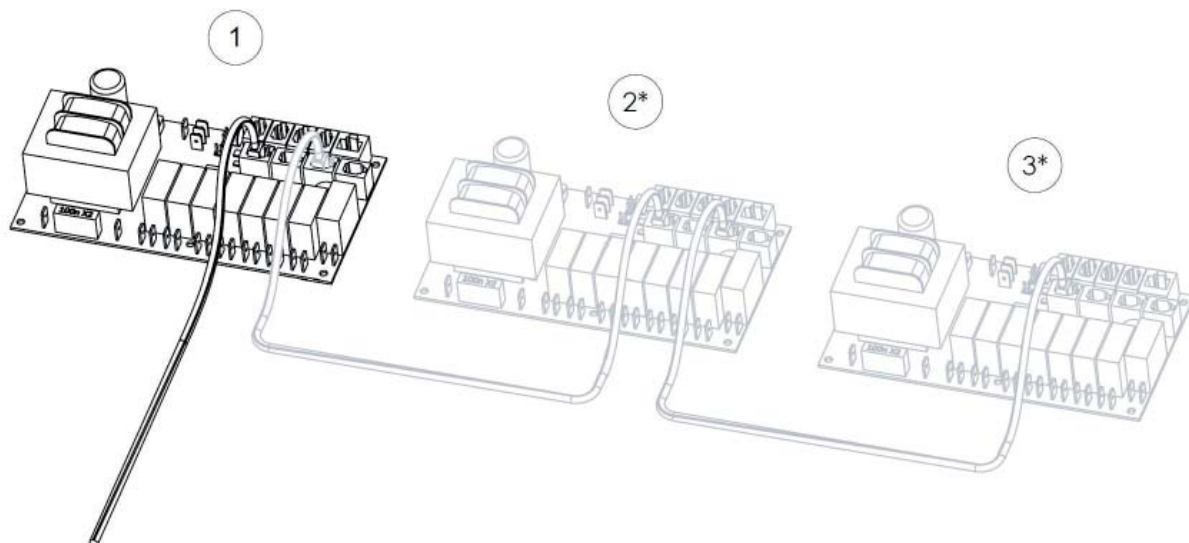

Рис. 16 * = опционально
В соединениях между генераторами применяется кабель малой мощности (4-жильный) с соединителем RJ10, (Рис. 16.) Информация о конфигурации штыревых контактов приведена в разделе «Описание модульного соединителя» (Рис.17).
В случае если необходимо провести обслуживание одного парогенератора, другие могут продолжать использоваться. Один генератор, назначенный в качестве дополнительного, отключается посредством извлечения кабеля между платами. (Рис. 16)
2. Отключите кабель, соединяющий платы управления (Рис. 16)